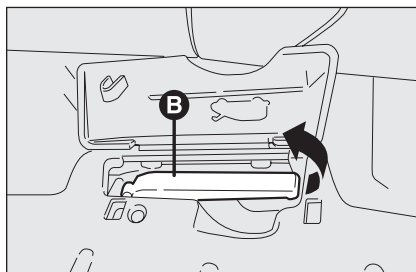

fig. 105
- tirare nel senso della freccia la leva di sgancio **B**-fig. 105;